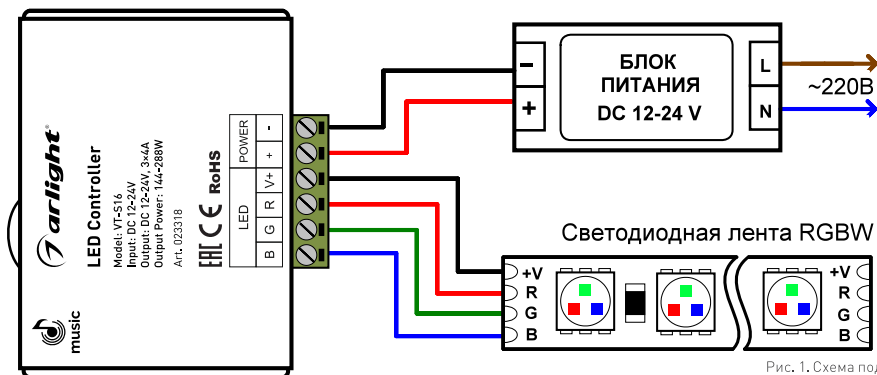

Рис. 1. Схема подключения.
- 3.4. Подключите светодиодную ленту или другой светодиодный источник света к выходу LED контроллера, соблюдая полярность и порядок подключения проводов RGB (Рис. 1).